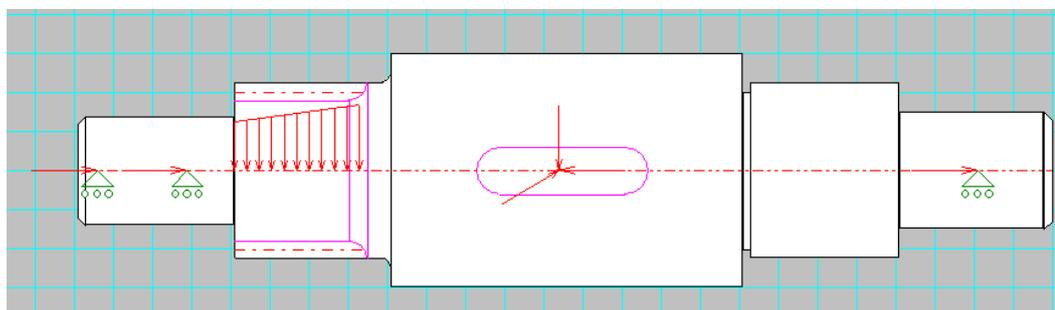

Рисунок 2.32 Результат задания распределенной силы
**Задание 18.** Задайте распределенные силы по образцу (рисунок 2.32)